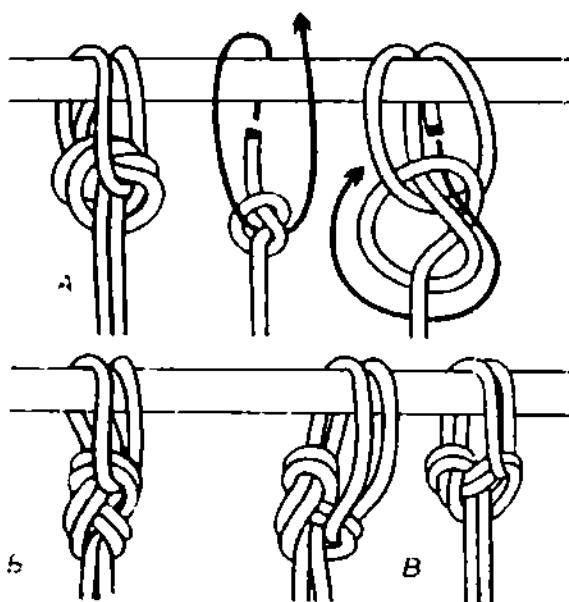

Рис. 452. Заты могут быть завязаны двумя концами, если верёвка не сплюснута или одним концом, если трос необходимо привязать к замкнутой стороне.
*Двойной проводник* и *двойная восьмёрка* – это узлы, у которых рабочая петля ввязана в узел и тем самым образует вторую петлю (рис. 452). Узлы, конечно, вяжутся сложновато, нужна некоторая практика для запоминания, но зато на завязывание узла уходит не много верёвки, они не сильно затягиваются и легко развязываются после больших нагрузок, особенно *восьмёрка*, так как нагрузка равномерно распределается на весь узел. Петли у обоих узлов сообщаются друг с другом. Узлы хороши и как петли и как узлы для крепления верёвки к опоре.